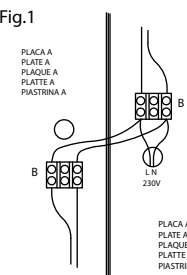

Fig.2
3. Collocare le bussole C mediante tasselli e tirafondo come da fig 2 OSSERVANDO le misure indicate in fig 3. NOTE: Utilizzare il modello (avendo cura di fare fondo sul bordo della piastina, come da fig 3) per il calcolo delle distanze delle bussole. Tali misure sono MOLTO IMPORTANTI per la corretta collocazione della tela.
3. Mettre les douilles C a l'aide de chevilles et de tire-fonds fig 2 EN RESPECTANT les mesures indiquées dans la fig 3. NOTE: Utiliser le gabarit pour le calcul des separations des douilles (en prenant soin de bien la placer contre le bord de la plaque fig 3). Ces mesures sont TRES IMPORTANTES pour bien placer la toile.
3. Colocar los conos C mediante tacos y tirafondos, como indica la fig. 2 y RESPETANDO las medidas que indica la fig. 3. NOTA: Utilizar la plantilla para el cálculo de las distancias de los conos, teniendo cuidado de hacer bien tope en el borde de la placa fig. 3. Estas medidas son MUY IMPORTANTES para que la tela quede correctamente colocada.